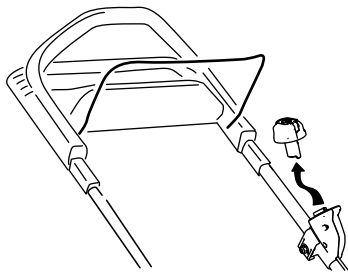

Bild 20
1. Entfernen Sie den Taster für Elektrostart (Bild 20).